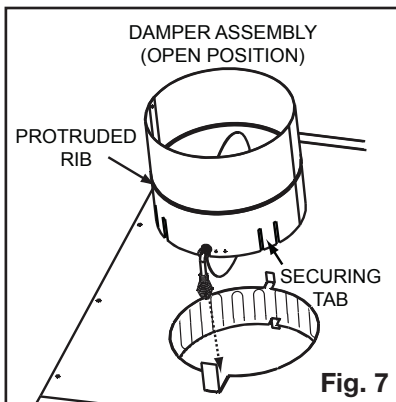

Fig. 7
3. Open the damper assembly (handle down) and insert into the knock-out opening until the protruded rib of the damper assembly rests flush on the outer shell (Fig. 7).
3. Ouvrez l'assemblage du registre (la poignée vers le bas) et insérez dans l'ouverture du disque jusqu'à ce que la nervure de l'assemblage du registre repose à égalité avec le caisson extérieur (Fig. 7).